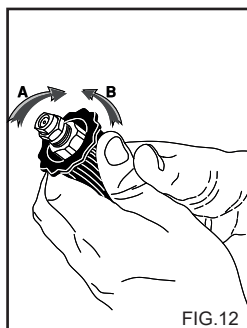

FIG.12
ANVENDELSE AF DET REGULERBARE HOVED (fig. 12)
- 2) Aktivér højtryksrenseren, åbn hanen til rengøringsmidlet (hvis en sådan findes), aktivér opsugningsfunktionen på strålerøret (fig. 12), og spred rengøringsmidlet på den overflade, der skal vaskes, ved at køre nedefra og opfejer. Lad det virke i et par minutter.